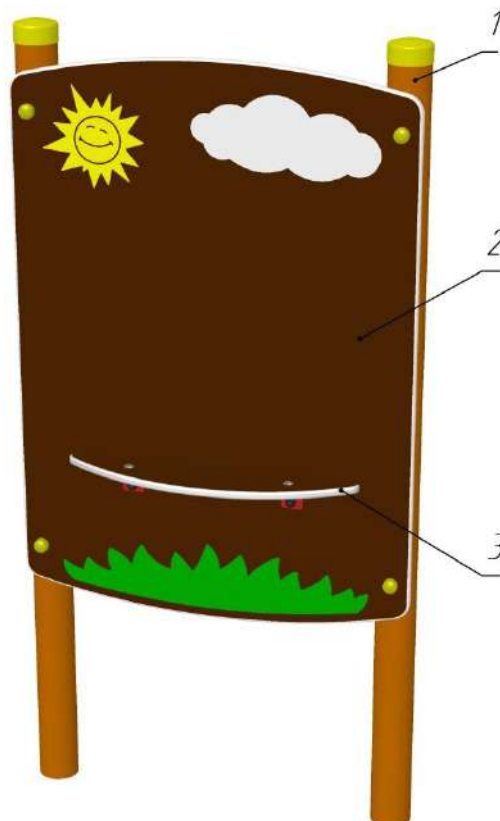

Рис. 1 Общий вид доски для рисования мелом РТР 640-01
Доска для рисования мелом РТР 640-01 (см. рис.1) состоит из двух стоек **1**, на которых крепится доска **2** с полочкой **3**.
3.8. К стойкам 1 прикрепить доску 2 с полочкой 3 (см. рис. 1), опустить стойки в фундаментные приямки до уровня базовых отметок заглубления, нанесенных на стойки, отрегулировать вертикальное положение стоек и забетонировать их.